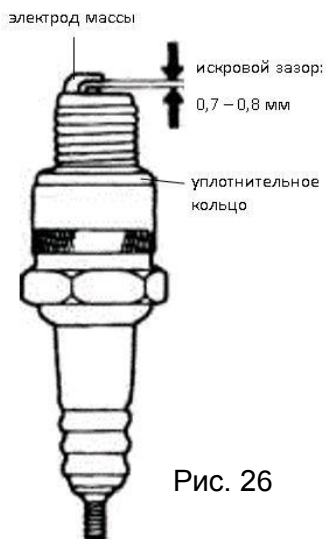

Рис. 26
Для очистки извлеките фильтрующий элемент, (см. рис. 26) снимите поролоновую вставку и открытой частью элемента вниз, аккуратно постучите по твердой поверхности, для удаления крупных фрагментов скопившейся пыли. Затем струей воздуха в направлении изнутри наружу, продуйте фильтрующий элемент. Воздушный фильтр следует очищать еще чаще, если двигатель работает в очень пыльных условиях.
5. Измерьте расстояние между электродами с помощью круглого щупа. (см. рис. 26).